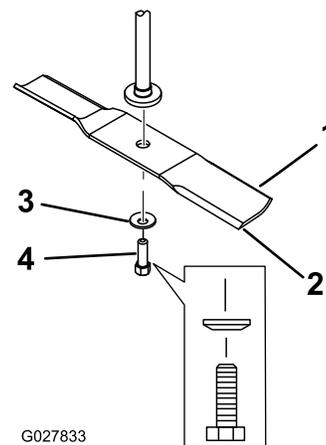

Figura 49
2. Retire del eje el perno de la cuchilla, la arandela curva y la cuchilla (Figura 49).
1. Instale la cuchilla en el eje (Figura 49).
2. Instale el refuerzo de la cuchilla (carcasas de 81 cm [32"] solamente), la arandela curva (con la copa hacia la cuchilla) y el perno de la cuchilla (Figura 49).